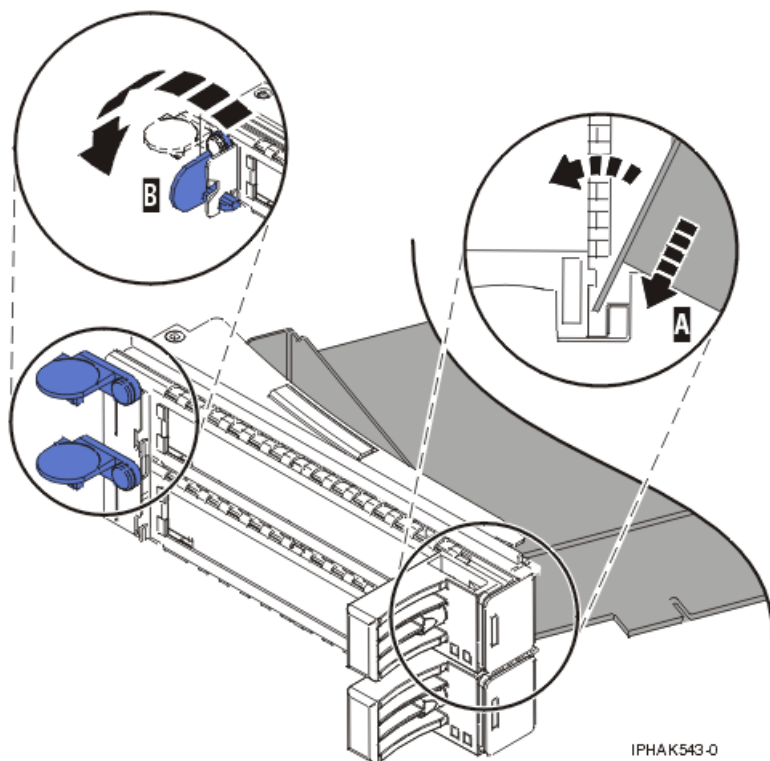
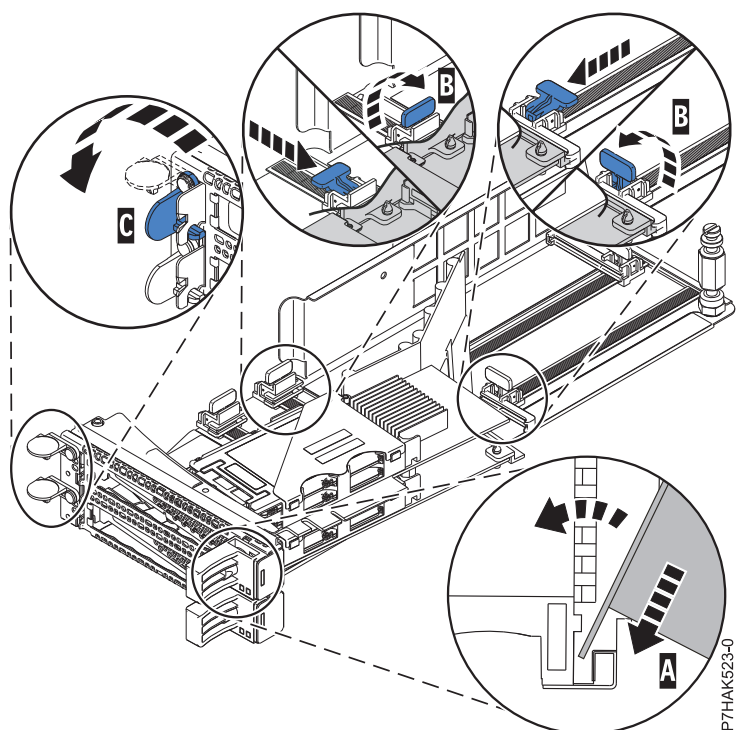

図 98. PCI アダプター・カセットに戻されたアダプター
図 99. PCI アダプター・カセットへの PCIe RAID および SSD SAS アダプターの再取り付け
- テール・ストック・クランプをオープン位置にして、アダプターをテール・ストック保持溝 A にしっかりと挿入する。典型的は PCI アダプターの場合は、110 ページの図 98 を参照してください。PCIe RAID および SSD SAS アダプターの場合は、110 ページの図 99 を参照してください。
- テール・ストック・クランプ (C) を閉じる。